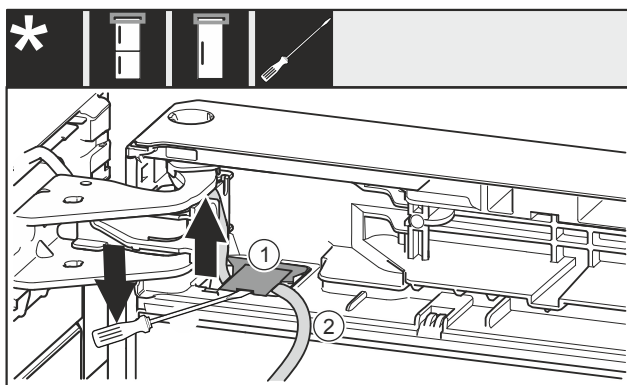

Fig. 25
- ▶ Emelje meg a fedelet lapos csavarhúzóval Fig. 25 (1), és húzza ki.
- ▶ Húzza ki a kábelt Fig. 25 (2).